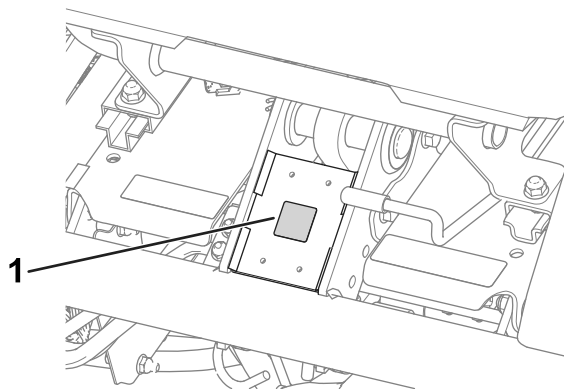

Figure 14
- Apposez l'autocollant de marque de conformité CE sur le cadre, sous l'avant du siège (Figure 14).